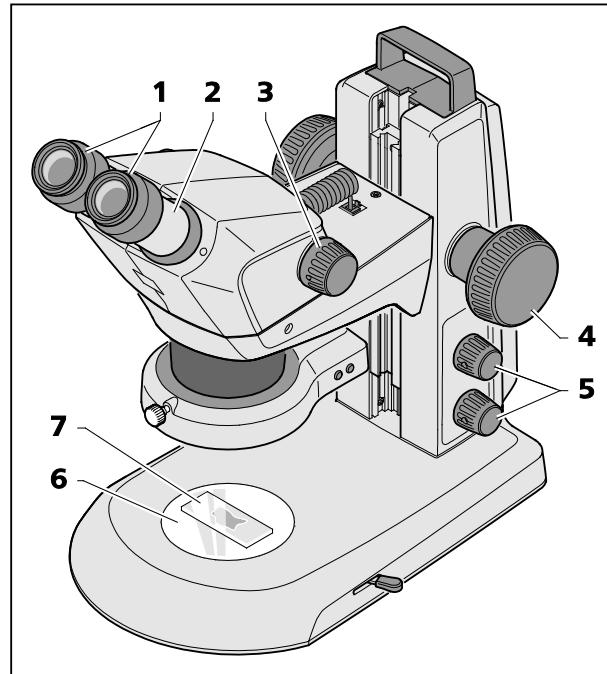

Fig. 18 Ajuste del estereomicroscopio
1. Poner el objeto (Fig. 18/7) en el centro de la placa de vidrio resp. la placa de material plástico (Fig. 18/6) e iluminar (Fig. 18/5).
2. Poner la compensación de dioptrías en los oculares ajustables (Fig. 18/1) a "0".
3. Ajustar la distancia interpupilar individual al desplazar lateralmente los portaoculares (Fig. 18/2) hasta que sea visible sólo **un** círculo luminoso (campo de objeto) sin lados cortados al mirar por los oculares con ambos ojos.
4. Poner el valor zoom (Fig. 18/3) primero al aumento más pequeño.
5. Enfocar un detalle relevante pequeño en el centro de la imagen del objeto (Fig. 18/4).
6. Ajustar el valor zoom máximo (Fig. 18/3). Debido al aumento, el detalle relevante probablemente vuelve a aparecer sin nitidez y ya no se encuentra en el centro de la imagen.
7. Enfocar el objeto nítidamente, luego buscar otra vez el detalle al desplazar el objeto y volver a enfocar exactamente (Fig. 18/4).
8. Luego ajustar otra vez el valor zoom más pequeño y en caso dado corregir las faltas de nitidez para cada ojo de forma separada con la compensación de dioptrías **en los oculares ajustables** (no mediante el mando de enfoque, Fig. 18/4) (compensación de ametropía).